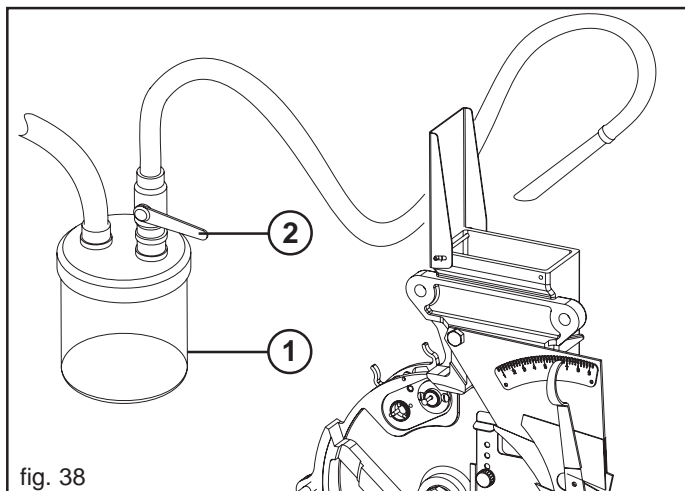

fig. 38
Cet appareil (Fig. 38), livré de série avec la machine, sert pour la récupération des graines, qui sont restées inutilisées dans les réservoirs à la fin du semis.
Ouvrir la vanne (2, Fig. 38) en aval du conteneur de récupération (1), et introduire l'extrémité du tuyau dans les réservoirs de graines. Avec le tracteur à l'arrêt et frein de stationnement enclenché, actionner la prise de force pour aspirer les graines.